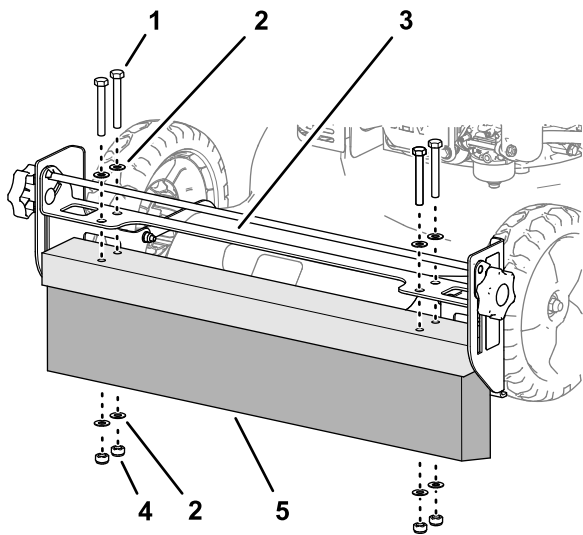

Рисунок 20
1. Удалите 4 колпачковых болта (8 x 60 мм), 8 шайб (8 мм) и 4 контргайки (8 мм), которые крепят уборочную механическую щетку к кронштейну регулировки высоты щетки, и снимите щетку (Рисунок 20).
2. Совместите отверстия в новой уборочной механической щетке с отверстиями в кронштейне регулировки щетки (Рисунок 20).
3. Установите щетку на кронштейн (Рисунок 20) с помощью 4 колпачковых болтов (8 x 60 мм), 8 шайб (8 мм) и 4 контргаек (8 мм), снятых при выполнении пункта 1.